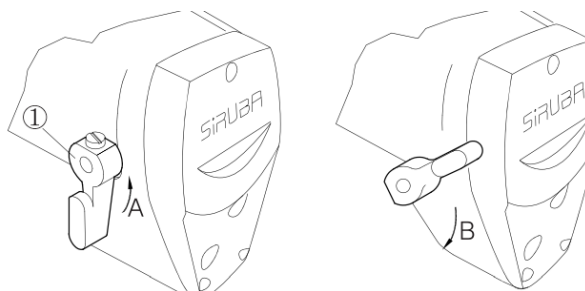

Рис.24
1. Ослабьте винт (2) и поверните пружинный регулятор лапки по часовой стрелке (в направление А) для увеличения давления. (Рис.24)
3. Закрепите винт (2) после того, как вы отрегулировали давление.